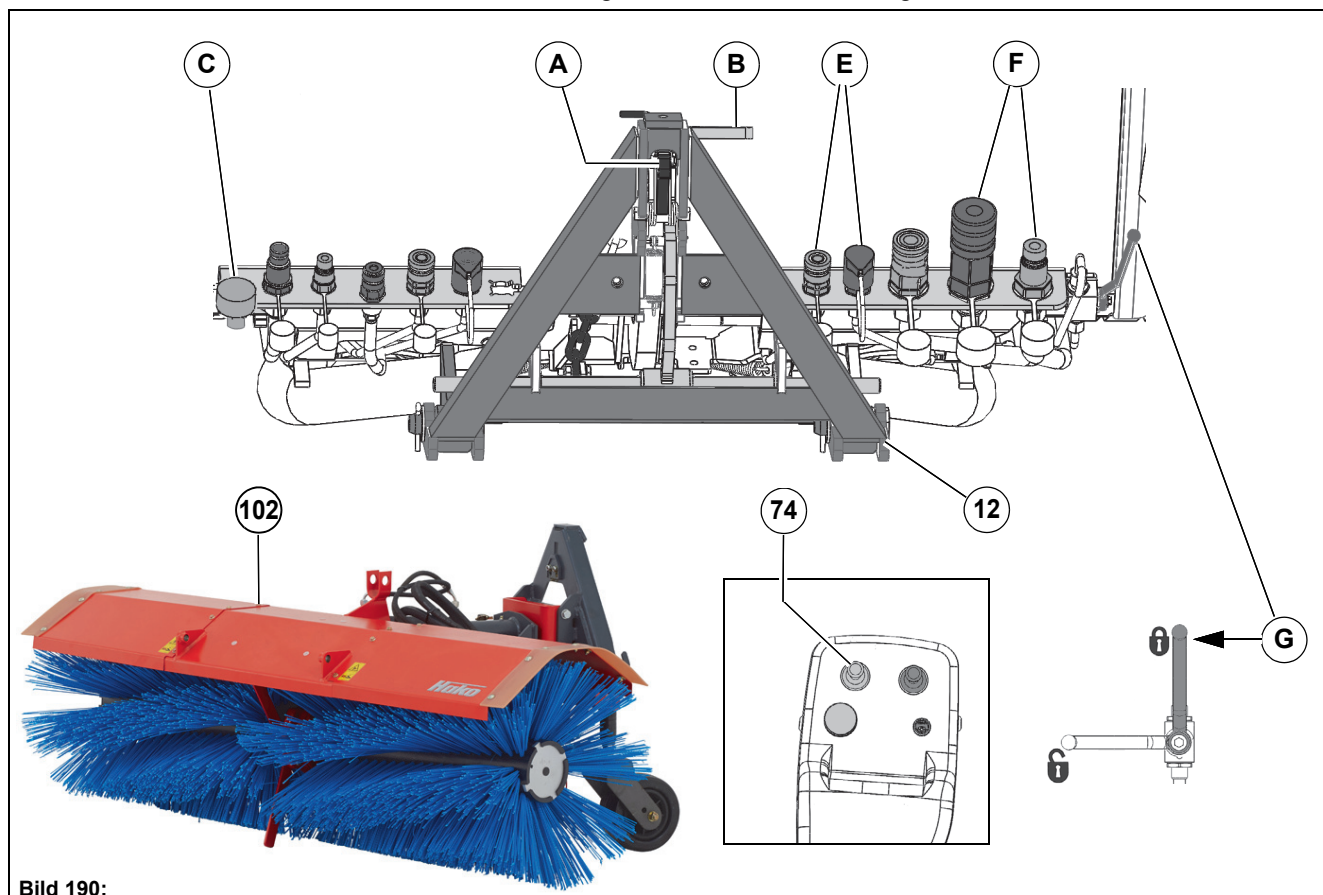

Bild 190:
2. Lossa låshaken **Bild 190-A** och låsstången **Bild 190-B** på kopplingstriangeln.
6. Stäng ventilen **Bild 190-G** för uttagning av sugmunstycket i utlyft tillstånd!
- matning/retur vänster inställningsdetalj = **Bild 190-E** (tillval sidoinställning)
- 19-polig kodningskontakt = **Bild 190-C**
- Hydraulmotorer frontsopmaskin - matning/retur = **Bild 190-F**